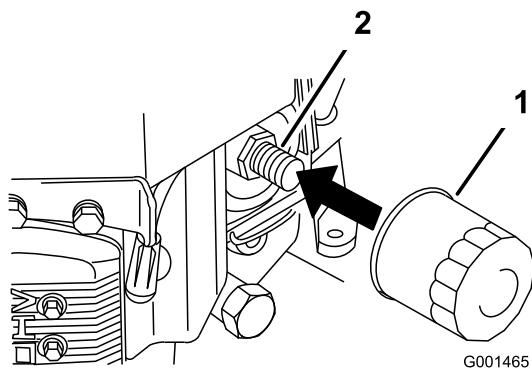

Figure 37
2. Retirez le filtre usagé (Figure 37).
3. Appliquez une fine couche d'huile neuve sur le joint en caoutchouc du filtre de rechange (Figure 37).
4. Posez le filtre à huile de rechange sur l'adaptateur, tournez le filtre dans le sens horaire jusqu'à ce que le joint en caoutchouc touche l'adaptateur, puis serrez le filtre de 3/4 de tour supplémentaire (Figure 37).